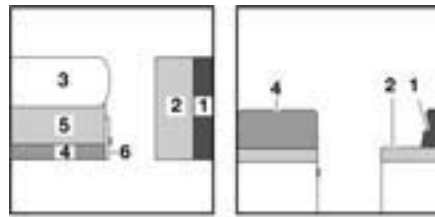

Bild 123 Vor dem Umbau
- Tisch (Bild 123,3) vergrößern und zum Bettunterbau umbauen (siehe Abschnitt 7.7).
- Griff ziehen und Klappe (Bild 123,6) öffnen.